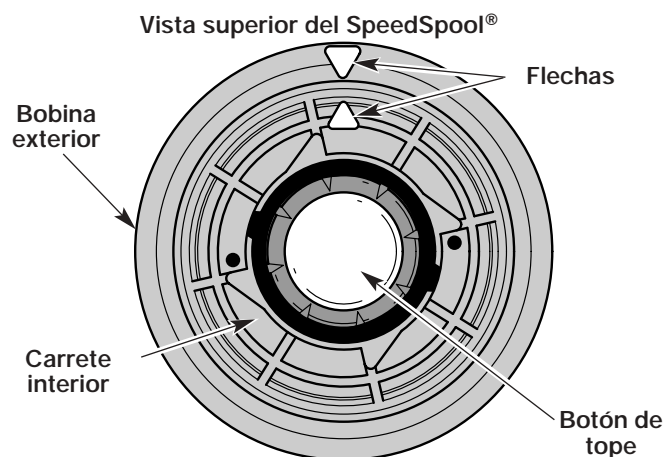

Fig. 41
2. Alinee la flecha del carrete interior con la flecha de la bobina exterior (Fig. 41).